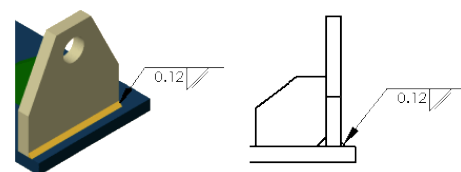

Figura 2.1. simbología de soldadura.
- Símbolos de soldadura (Figura 2.1)